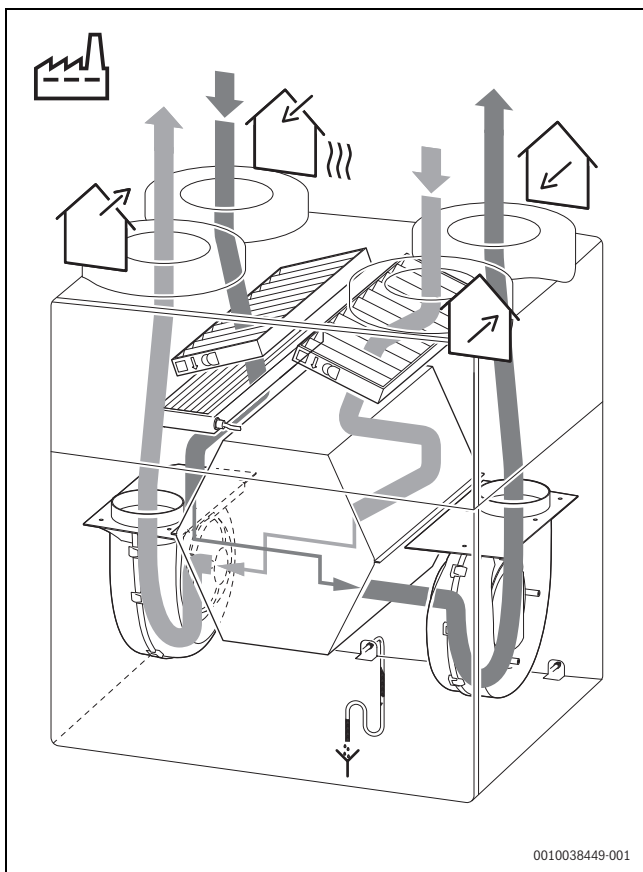

Bild 26 Variante B (Auslieferungszustand)
**Legende zu Bild 26 und 27:**